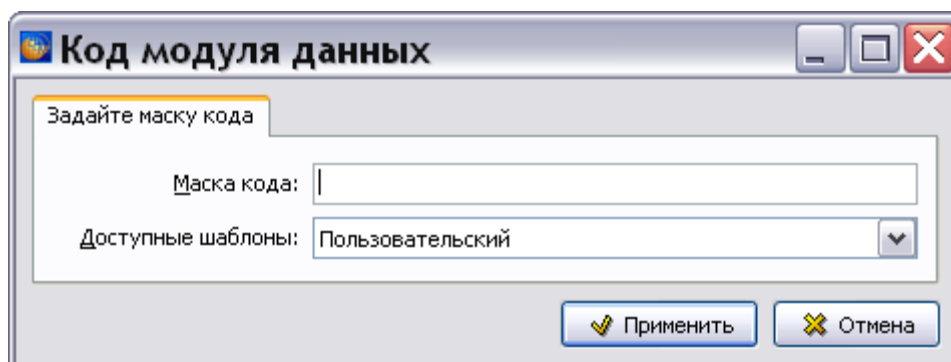

Рис. 21.191
4. В окне **Анализ** нажмите на кнопку **Применить**. После этого появится окно **Код модуля данных** (Рис. 21.191).